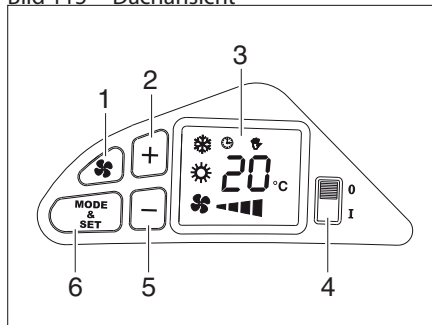

Bild 117 Bedienfeld
- Am Schalter (Bild 117,4) die Klimaanlage einschalten. Beim Einschalten wartet das System immer 2 Minuten, bevor es den Kompressor einschaltet und in den automatischen Betrieb geht.
- Die gewünschte Betriebsart mit der Taste (Bild 117,6) auswählen. Die Symbole im Display (Bild 117,3) zeigen die gewählte Betriebsart an:
- Durch gleichzeitiges Drücken der Taste (Bild 117,1) und eine der Tasten (Bild 117,2) oder (Bild 117,5) wird die Lüftungsgeschwindigkeit im manuellen Betrieb eingestellt.
- Durch Drücken der Tasten (Bild 117,2) oder (Bild 117,5) wird die Temperatur eingestellt
- Am Schalter (Bild 117,4) die Klimaanlage ausschalten.